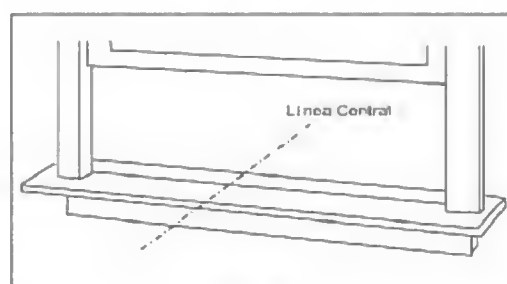

Fig. 4
4. Mida el ancho del interior del umbral de la ventana y defina la línea central tal como se indica en la Fig. 4.